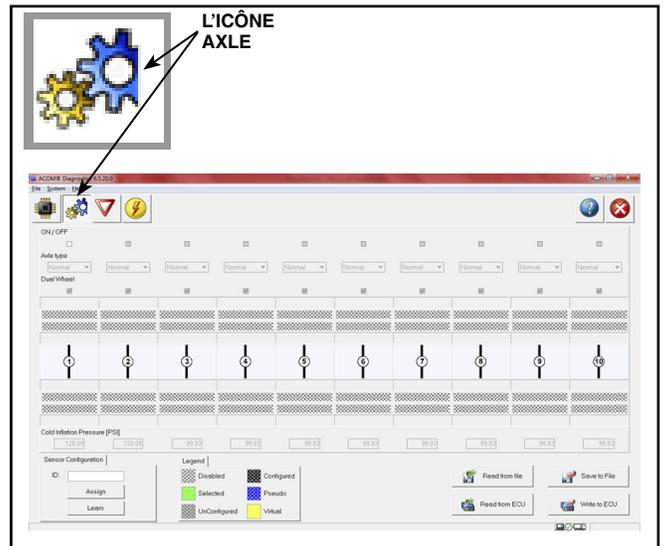

Figure C12 - « L'Interface Axle »
- Dans l'application ACom, cliquer L'ICÔNE AXLE pour accéder à l'interface AXLE SETUP. Voir Figure C12